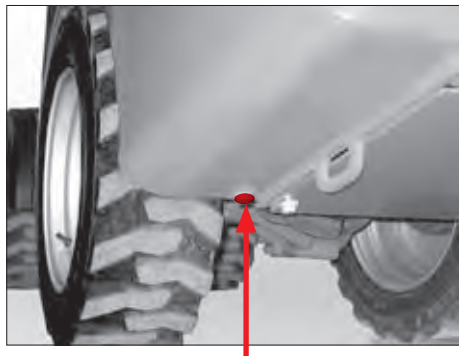

Fig. 91
6. Skru lukkeproppen (Fig. 91) af.
4. Skru lukkeproppen (Fig. 91) på.